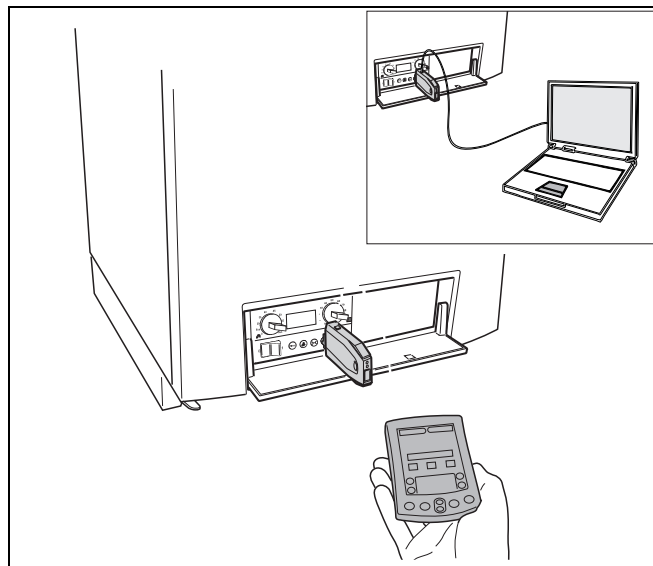
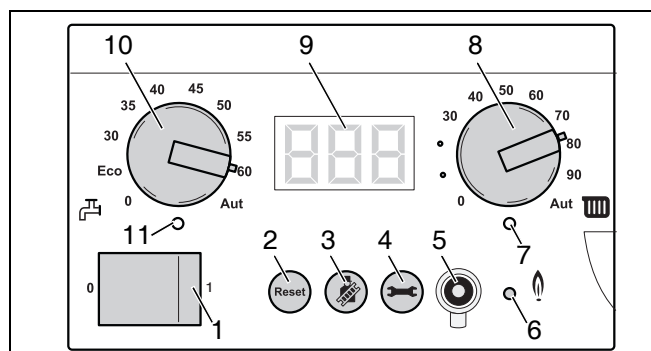

Fig. 51 Collegare il Service Tool alla caldaia
Fig. 53 Regolatore di base BC10
Per l'acquisizione, l'analisi e l'eliminazione di un malfunzionamento, in modo più adeguato, veloce e semplice, è possibile collegare il Service Tool (fig. 51) al connettore Service della caldaia (fig. 53, pos. 5).
Sul display (fig. 53, pos. 9) sono visualizzati i valori, le impostazioni e i codici dell'impianto di riscaldamento.
Con la manopola "Valore nominale acqua calda" (fig. 53, pos. 10) è possibile preimpostare la temperatura di acqua calda desiderata nell'accumulatore-produttore di acqua calda. L'unità di misura sono i °C. Vedere tab. 16, pagina 55.
Il LED "Produzione acqua calda" (fig. 53, pos. 11) è acceso se è richiesto un apporto di calore per riscaldare l'acqua e si spegne quando questa richiesta di fabbisogno non è più presente.
È possibile esplorare la struttura del menu della caldaia sul BC10 mediante il tasto "Reset", il tasto "Spazzolino" e il tasto "Indicazione di stato" (fig. 53, pos. 2, 3 e 4) e del display (fig. 53, pos. 9) secondo quanto previsto dalle tabelle 7-11.